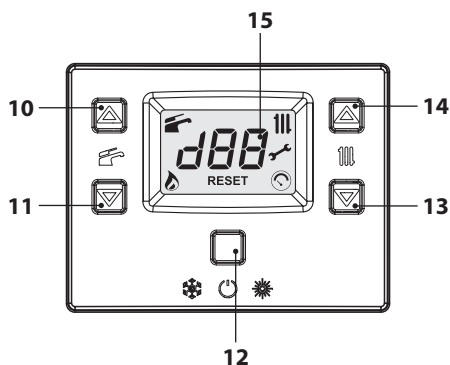

Рис. 6.5
- Нажмите и удерживайте в течение 2 секунд кнопку 12, пока на дисплее не появятся символы  и , см. Рис. 6.5.
- Выключите котел, нажав и удерживая в течение 2 секунд кнопку 12 (Рис. 6.5), пока на дисплее не появится символ  (последовательно загорающиеся тире, символизирующие движение) (Рис. 6.4).